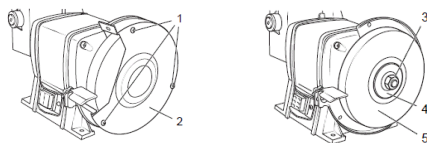

Рис.6. Замена абразивно круга для сухого шлифования
- ослабить три винта-1 и снять внешнюю крышку-2, см.рис.6